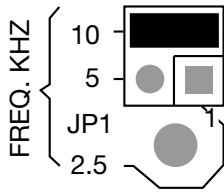

Abb. 3
- Das UCM verfügt über drei vom Anwender wählbare Erregungsfrequenzen – 2,5 kHz, 5 kHz oder 10 kHz. Der gewählte Wert sollte nahe der spezifizierten oder empfohlenen Betriebsfrequenz des verwendeten LVDT liegen. Setzen Sie entsprechend die Brücke auf die Stiftposition **JP1**, um die gewünschte Frequenz zu wählen. Siehe Abb. 3.